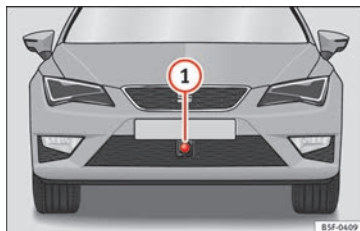

Fig. 203 No para-choques à frente: sensor de radar.
No para-choques dianteiro está montado um sensor de radar para captar a situação do trânsito » **Fig. 203** ①. Este sensor permite detetar veículos que circulem à frente, até uma distância de aproximadamente 120 m.